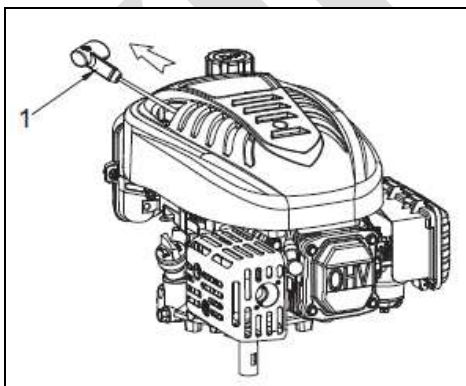

Fig 3
⚠️ ADVERTENCIA: No permita que el tirador de arranque (1) se golpee contra el motor. Devuélvalo suavemente para evitar daños al motor de arranque.. (Fig. 3)